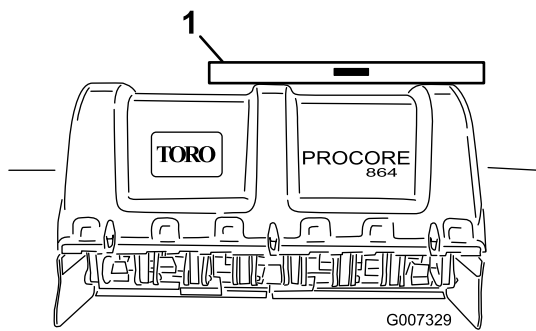

图 15
2. 在机器机架上放置一个水平仪检查其横向水平状况 图 15。